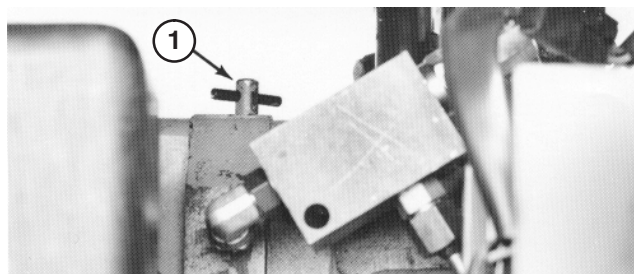

**Figura 15**
- Baixe o arco de segurança até à estrutura, alinhando os orifícios de montagem conforme ilustrado na figura 15.